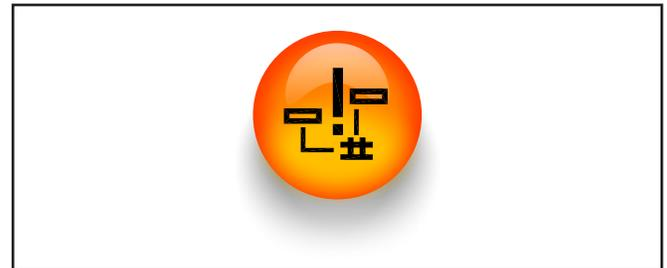

Figure 41 - Témoin NETWORK FAIL. (panne réseau)
8. Pour s'assurer que les modules IO sont programmés, observer le témoin lumineux panne réseau. Si le témoin est inactif, le nouveau module IO est bien programmé. Voir Figure 41.